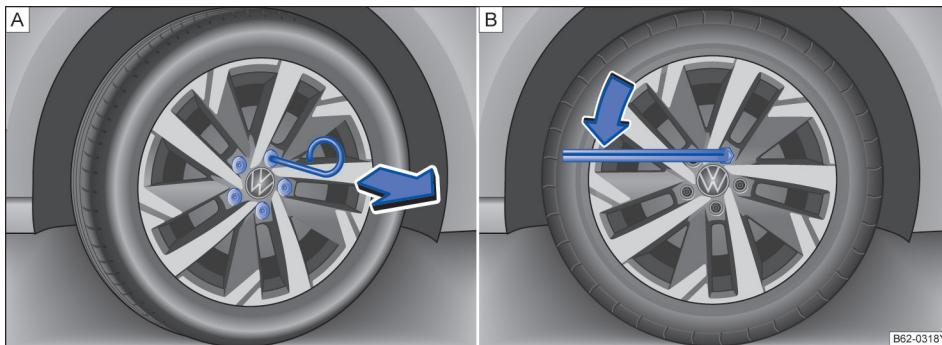

图 154 [A] 从车轮螺栓上拔下盖罩, [B] 更换车轮: 松开车轮螺栓
- 将钢丝钩穿过开口插入盖罩内→图 154 [A], 然后沿箭头方向将其拔下。
- 将车轮扳手套到车轮螺栓上, 然后推到限位位置→图 154 [B]。